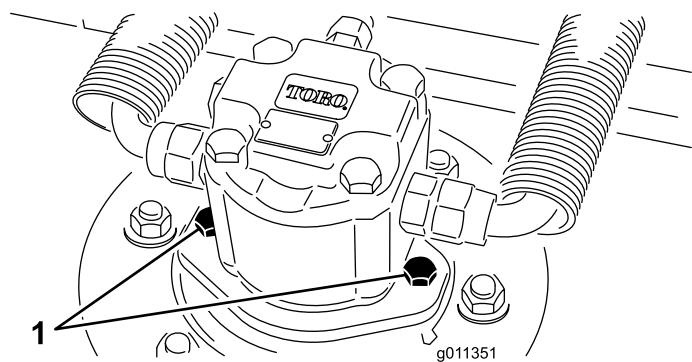

Figura 92
2. Deconectai i scoatei motorul hidraulic din unitatea de tăiere (Figura 92). Acoperii partea superioară a axului pentru a preveni contaminarea.
3. Montezi motorul hidraulic la unitatea de tăiere (Figura 92). Asiguri-vă că garnitura inelară este fixată și nu prezintă deteriorări.